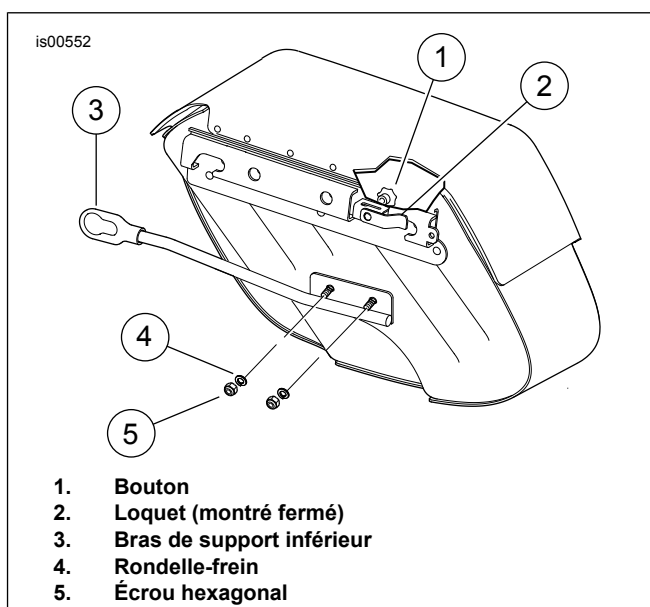

Figure 4. Vue arrière de la sacoche
2. Voir la Figure 4. Tirer sur le bouton (1) et le tourner vers l'arrière de la sacoche. Le loquet (2) à l'arrière de la sacoche doit pivoter en position ouverte.
7. Voir la Figure 4. Si l'ajustement de l'entretoise d'amortisseur à l'étape 6 fait soulever ou abaisser la sacoche ou le bras de support inférieur, desserrer les contre-écrous qui attachent le bras de support inférieur à la sacoche et ajuster le bras vers l'avant ou vers l'arrière selon les besoins. Si desserrés, serrer les bras de soutien à un couple de 7–10 N·m (60–90 in-lbs).